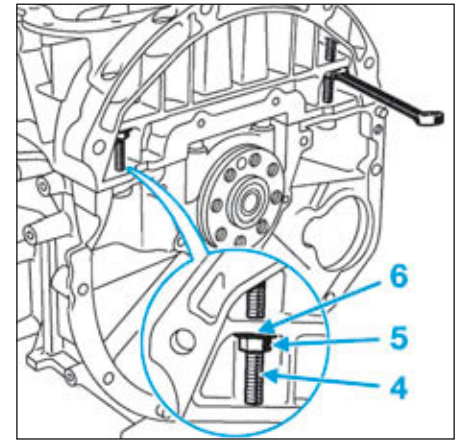

FIG.52
- Placer deux goujons (4) (tige fileté M8 - longueur 90 mm), deux écrous (M8) (5) et deux rondelles plates (6) (diamètre intérieur 8 mm - diamètre extérieur 14 mm) à la place des vis de la semelle du bloc-cylindres (Fig.52).
- Visser les écrous (5) jusqu'au contact des rondelles plates (6) et de la nervure de la semelle.
- Décoller la semelle en serrant successivement les écrous (5).